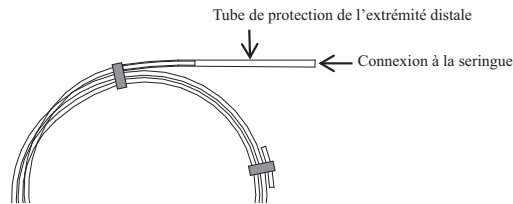

Figure 1
- Pour le support avec le tube de protection de l'extrémité distale (voir Méthode d'utilisation, Figure 1), ne pas retirer ou insérer le tube de protection de l'extrémité distale lorsque le fil guide est introduit dans le support.
- Pour le support avec le tube de protection de l'extrémité distale (voir Méthode d'utilisation, Figure 1), retirer le tube de protection de